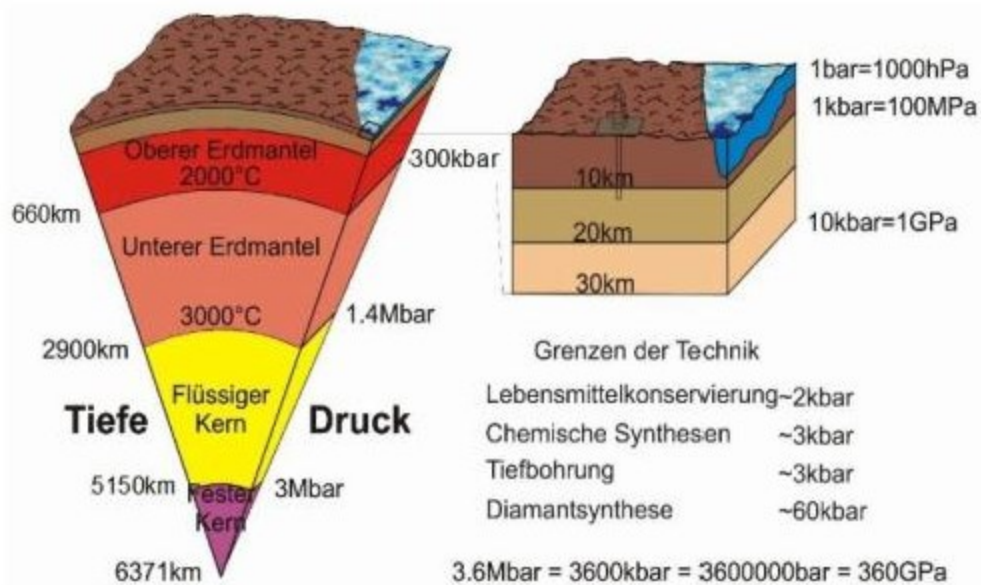

Abbildung 18: Zustände auf unserer Erde
**Der Alchemist:** Im folgenden Bild 18 seht ihr grob dargestellt einen Keil als Ausschnitt aus der Erdkugel. Oben die braune Erdkruste mit den dunkelbraunen Landmassen und dem blauen Meer ist etwa 40 km dick und unterscheidet sich in vielen Eigenschaften deutlich von dem darunterliegenden Erdmantel. Die tiefste Tiefseerinne ist etwa 11 km tief, und da eine 10 m hohe Wassersäule gerade einen Druck von 1 bar am Boden erzeugt, steigt der Druck dort an der tiefsten Stelle schon über 1000 bar = 1 kbar.